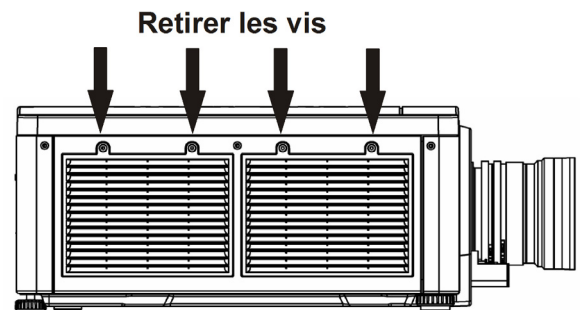

FIGURE 4-1 REMPLACEMENT DU FILTRE
1. Retirez les deux vis imperdables situées au dessus de chaque trappe de filtre (*Figure 4-1 Remplacement du filtre*). Posez la trappe à plat et éloignez-la du projecteur.